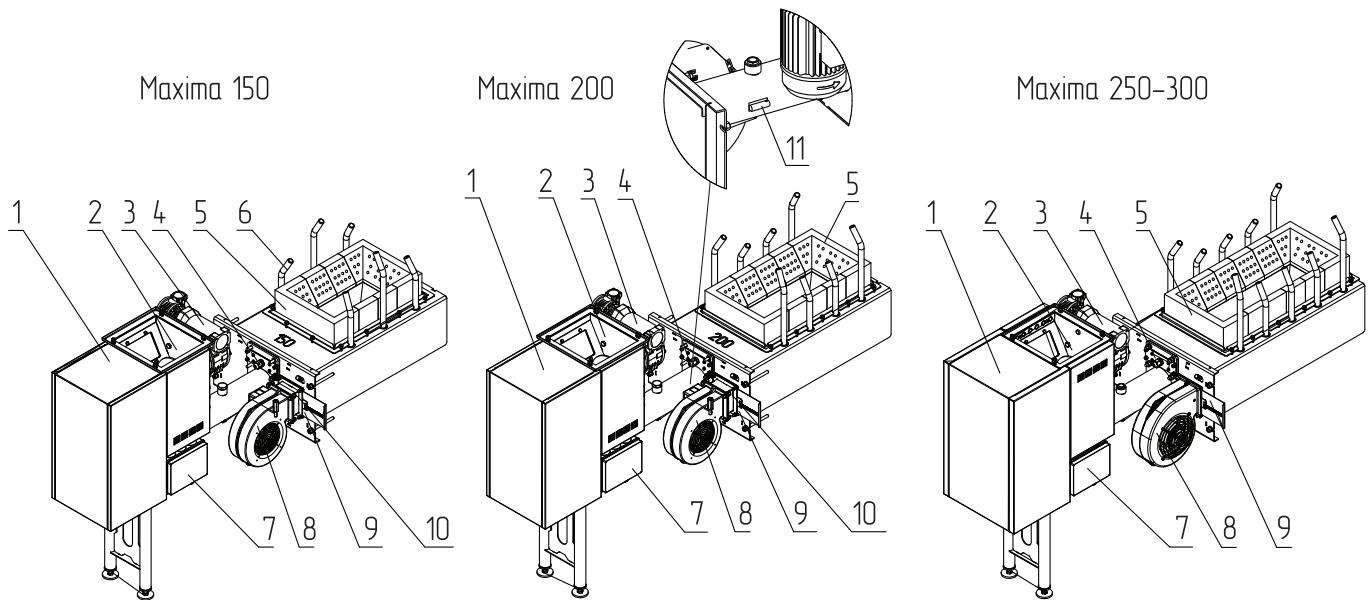

Рис.3 Механизм подачи топлива с горелкой котла ZOTA Maxima
- При использовании древесных пеллет и пеллет из лузги подсолнечника в качестве топлива установите трубы вторичного воздуха на горелку, как показано на **Рис.3**.